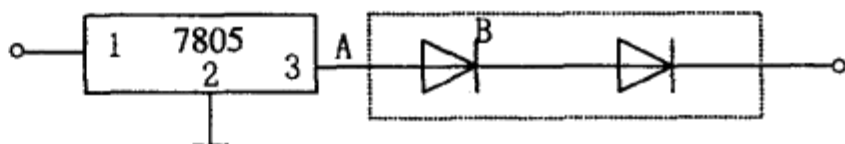

图6
(1) 更换上同型号集成电路UP68D01、D1890和稳压块7805。
(2) 给发热的集成块UP68D01和D1890加装散热片。并使这台DVD机解码板降压工作,其方法如下:试剪开稳压块7805输出脚,串入3只1N4007二极管,检查无误后开机试验,除播放DVD光盘无声外,其余一切正常。改串2只二极管再试,如图6所示。所有功能正常,对操作无任何影响。用数字万用表测量B点电压为3.5V, A、B两点短路电流(AB档)为0.2A,说明经二极管降压后解码板工作电流减少了200mA。此时7805散热片微温,加装散热片后的集成块温度也降低了许多。装好上盖试机,连续工作2h,手摸机壳顶部已无温度上升感觉。